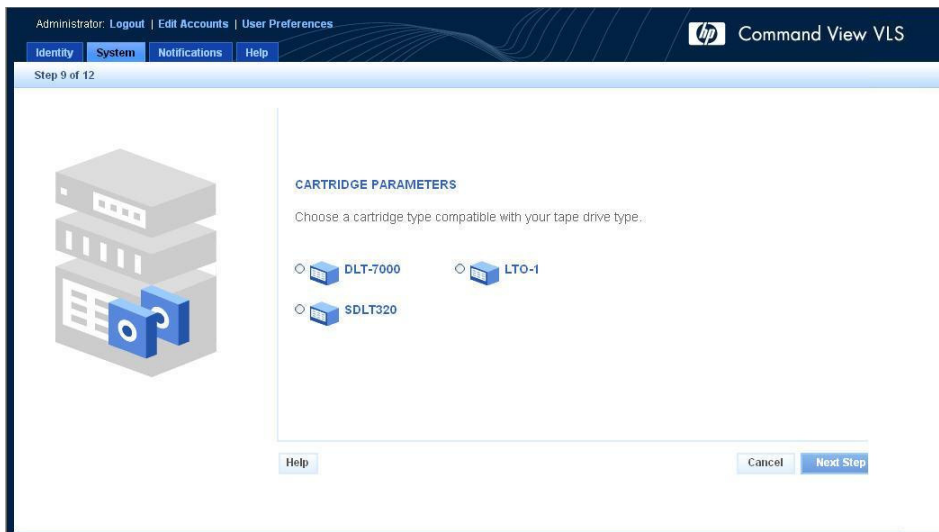

図 36. [Create Virtual Library Wizard]ウィンドウ (9/12)
6. エミュレートするカートリッジのタイプを選択します (図 36)。